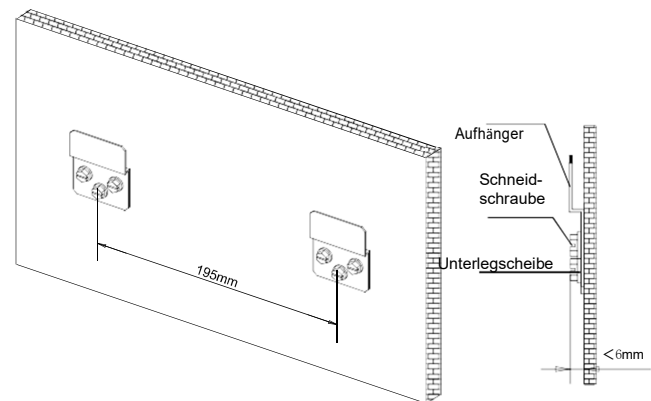

Abb. 5-3
- Befestigen Sie die Halterung mit Schneidschrauben an der Wand. (Siehe Abb. 5-3)